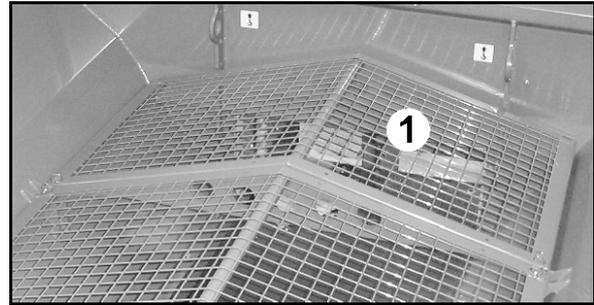

Fig. 59
- granuliertem Dünger: Siebroste (Fig. 59/1) einsetzen und mit Klappstecker sichern!